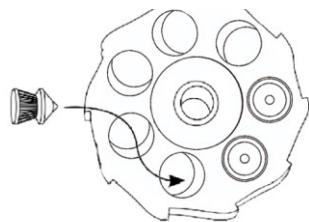

Fig. 10
3. Coloque chumbinhos na parte de trás do carregador. (Fig.10). Empurre o chumbinho ate que ele passe pelo anel O-ring de retenção e esteja completamente inserido no carregador.